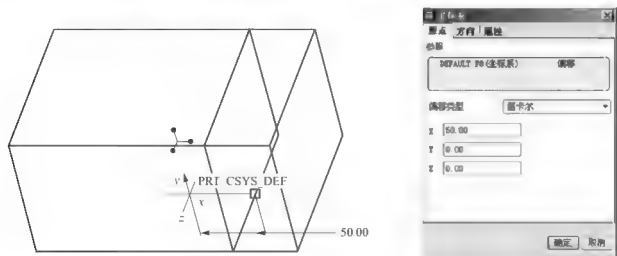

图 4.8 使用偏移坐标系创建基准平面
(3) 使用偏移坐标系创建基准平面: 创建一个垂直于一个坐标轴并偏离坐标原点的基准平面。单击基准平面图标, 选取坐标系, 在对话框中选取平移轴向, 并输入偏距值, 如图 4.8 所示。单击【确定】按钮完成特征的创建。